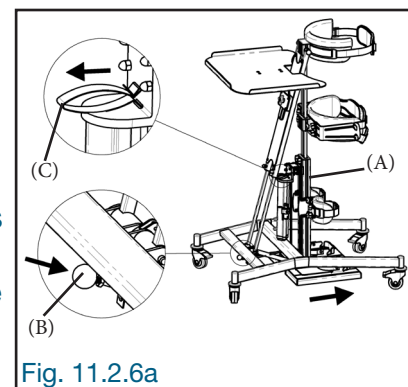

Fig. 11.2.6a
Pour ajuster l'inclinaison du châssis (A) vers l'avant, faire une légère pression avec le bout du pied sur le levier (B) ou tirer légèrement sur la sangle d'activation (C) puis, l'inclinaison se fera d'elle-même. Relâcher la pression sur le levier (B) lorsque l'inclinaison du châssis (A) désirée est atteinte (Fig. 11.2.6a).